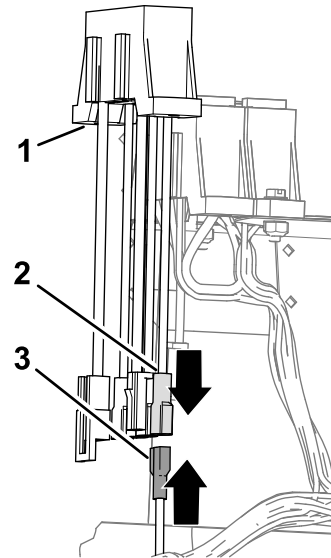

Рисунок 22
1. Подсоедините разъем с плоскими контактами жгута проводов доводочного комплекта к гнездовому разъему вспомогательного блока предохранителей (Рисунок 22).